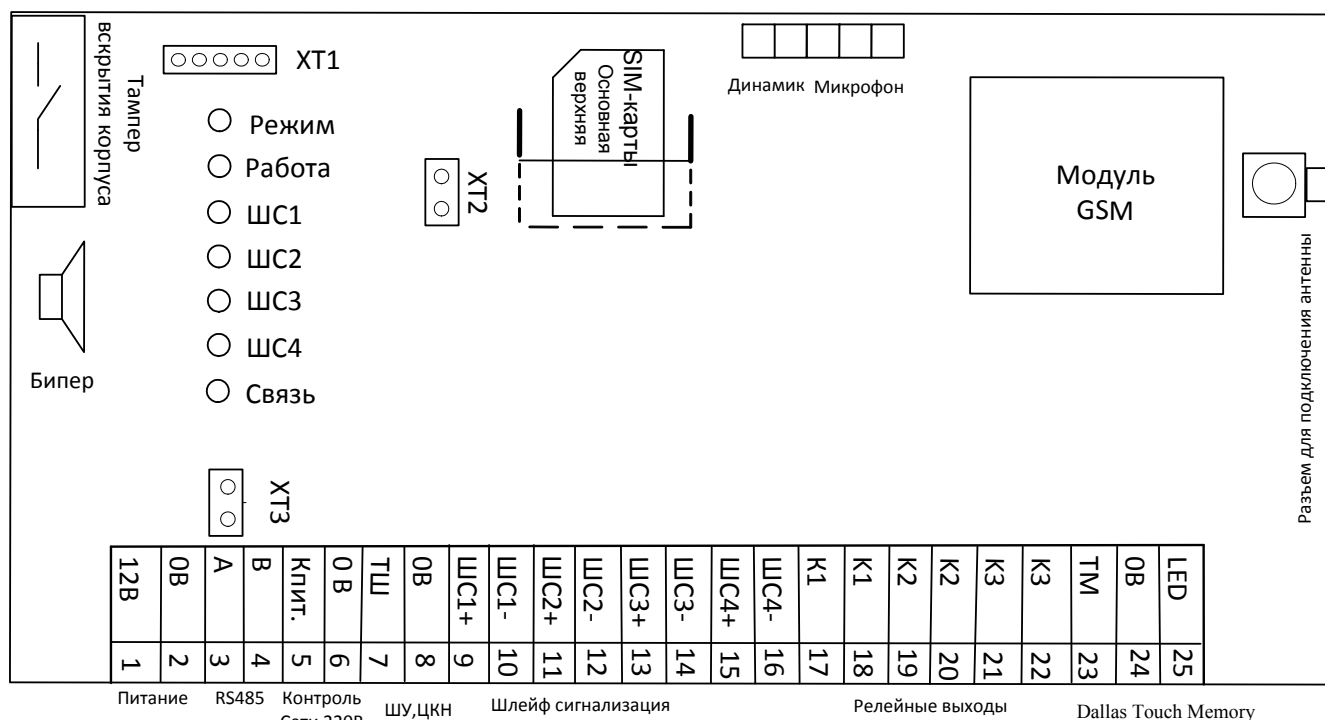

Рисунок 1. Блок схема «УО-4С»
- снять перемычку XP2 (см. рисунок 1). В остальных случаях должна быть установлена